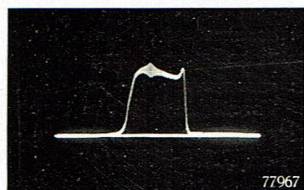

Fig. 9
- Il se peut que lors de la détermination d'une fréquence, il se manifeste sur l'écran de l'oscilloscope une large bande d'interférence (voir fig. 9) au lieu du pip de repérage. On peut cependant réduire la largeur de cette bande jusqu'à obtenir un pip net. A cet effet, il faut insérer le filtre RC (voir fig. 6 et 10) — livré avec l'appareil — entre l'amplificateur vertical de l'oscilloscope et le point de mesure du récepteur à examiner. Alors, la fiche coaxiale du câble — qui transmet la tension pour déflexion verticale à l'oscilloscope — doit être enfoncée dans la douille du filtre RC. La gaine métallique de cette fiche, qui comporte une borne pour la mise à la terre, doit faire contact avec la boîte du filtre RC. La fiche du filtre RC et la borne de terre précitée doivent être raccordées aux douilles d'entrée de l'amplificateur vertical de l'oscilloscope.